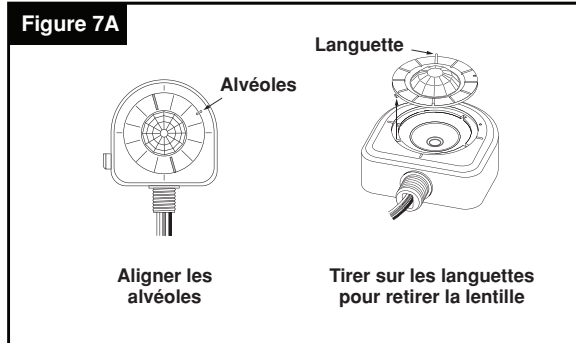

Figure 7B
- Là où cela est requis, insérer le masque d'allée sous la lentille. **REMARQUE :** positionner le masque en fonction de l'orientation de l'allée à contrôler (**figure 7B**).